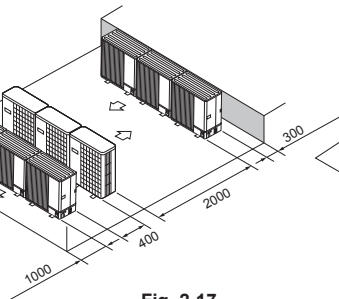

Fig. 2-17
- (6) Disposizione di diverse unità parallele (Fig. 2-17)